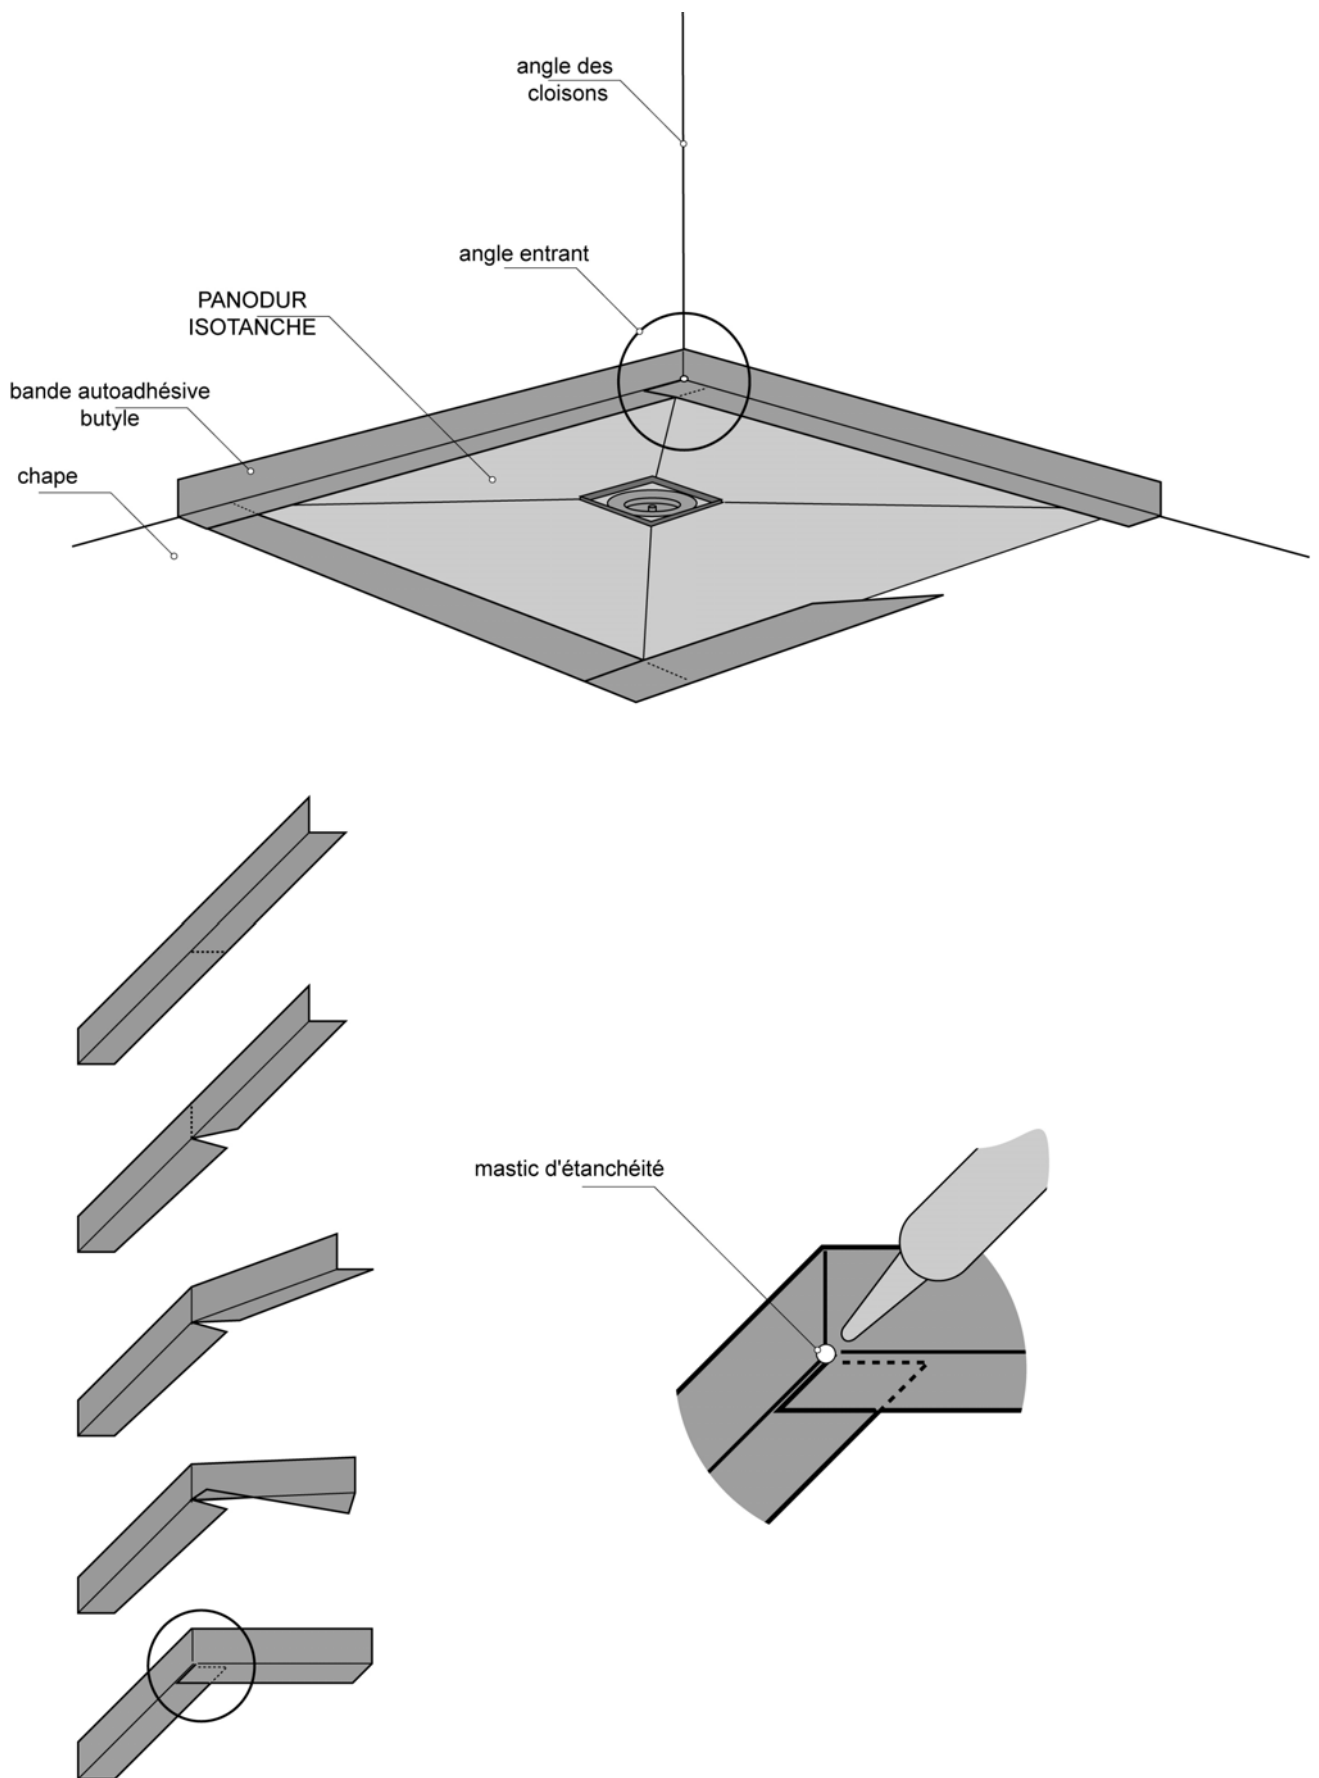

Figure 3 – Traitement des raccords en travaux neufs
4.5 Traitement des points singuliers (figures 3 et 4)